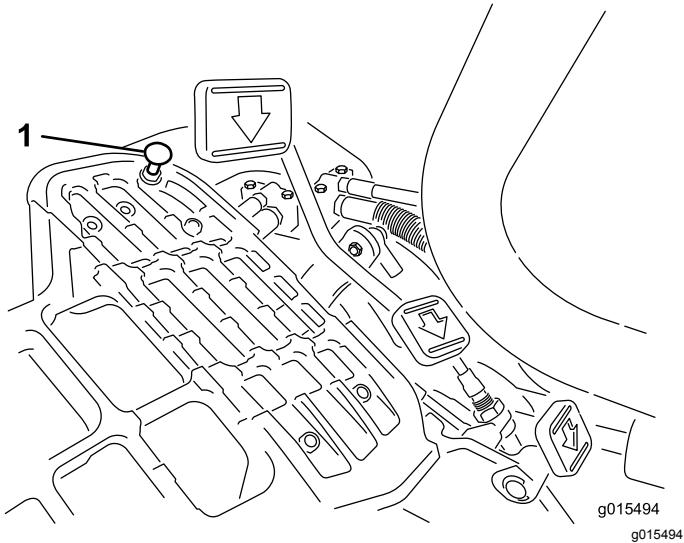

Bild 33
erreichen. Wenn das Pedal den Anschlag erreicht (Bild 33), bevor das Kabel gespannt ist, führen Sie folgende Einstellungsschritte aus:
1. Stellen Sie den Funktionsschalthebel in die TRANSPORT-Stellung lösen Sie die Sicherungsmutter, mit der der Pedalanschlag an der Bodenplatte befestigt ist (Bild 33).